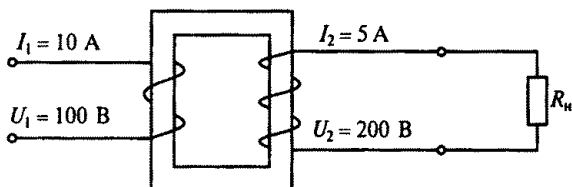

Рис. 173
6.11. Схема какого трансформатора показана на рис. 173?